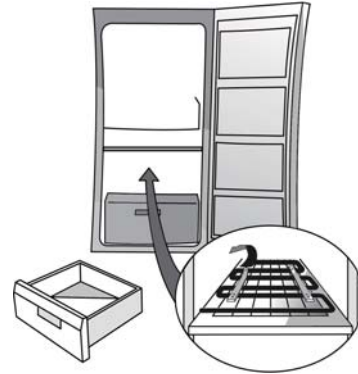

Abb. 1
- Die Distanzstücke montieren (Abb. 1, 2 oder 3, je nach Modell)